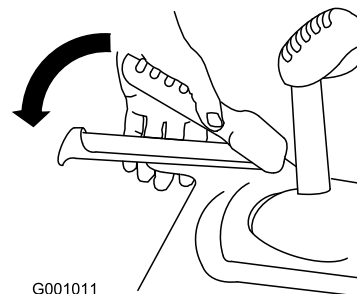

Bild 19
3. Drücken Sie den linken Hebel (Fahrtrieb) zum Handgriff (Bild 19).
6. Drücken Sie den linken Hebel (Fahrantrieb) zum Handgriff (Bild 19).